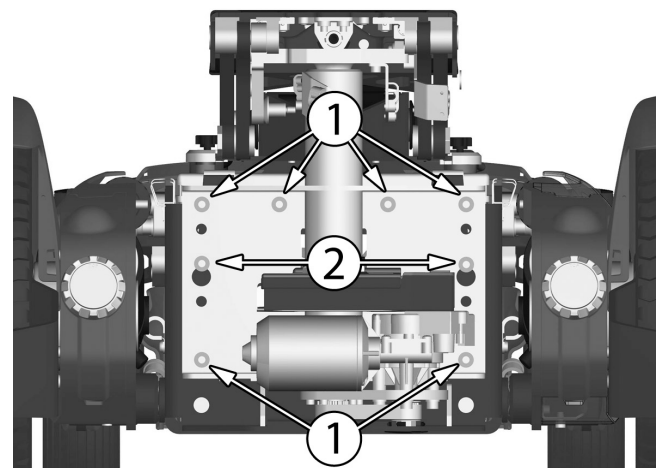

Abbildung 79. Die AP Sitzhöhenverstellung ist mit acht Schrauben an der Vorderkante befestigt.
12. Die sechs Schrauben (1) abmontieren und die beiden Schrauben (2) lösen, die die Sitzhöhenverstellung an der Vorderkante halten. Siehe Abbildung. 79.